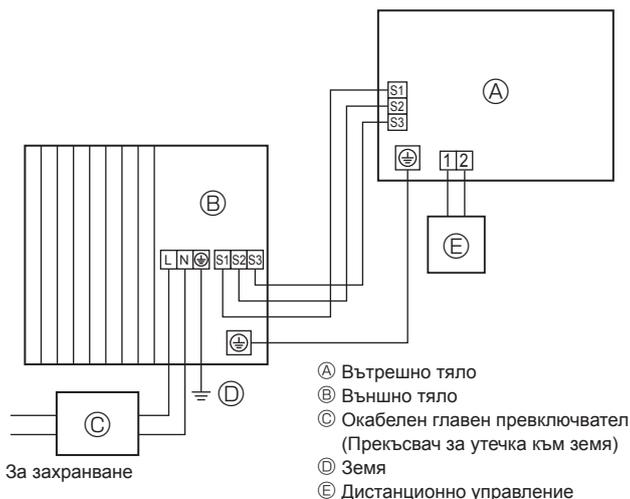
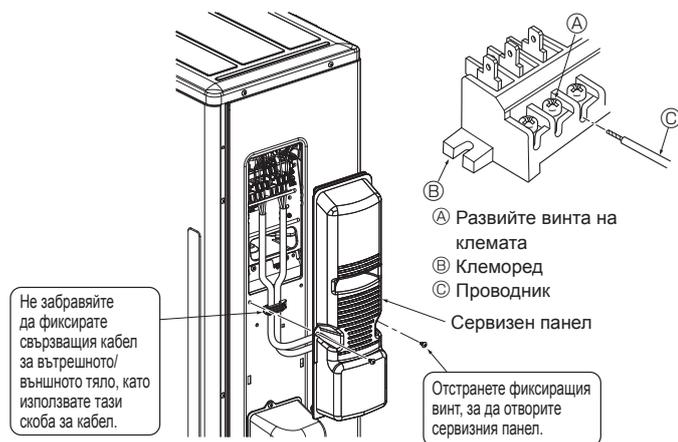
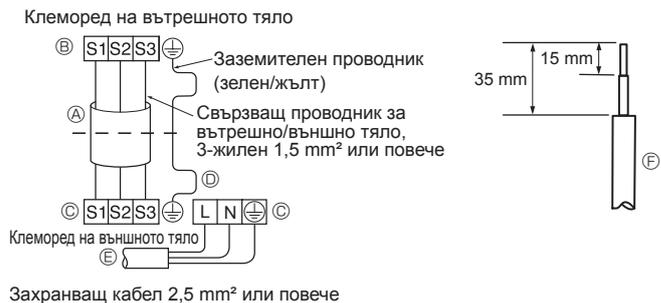

Fig. 6-1
Fig. 6-3
Fig. 6-2
### 6.1. Външно тяло (Fig. 6-1, Fig. 6-2, Fig. 6-3)
- ① Отстранете сервисния панел.
- ② Опроводете кабелите, като направите справка с Fig. 6-1, Fig. 6-2 и Fig. 6-3.
- Изпълнете опроводяването, както е показано на диаграмата долу вляво. (Закупете кабела от местните магазини) (Fig. 6-2) Уверете се, че използвате само кабели с правилния поляритет.